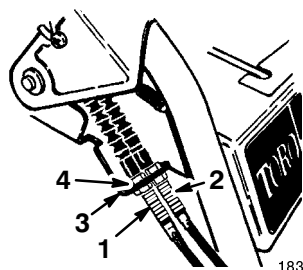

Figure 27
- Desserrez le contre-écrou supérieur de fixation du câble de tarière/roue hélice au support de montage (Fig. 27).
8. Desserrez les contre-écrous qui fixent au support le câble correspondant à la courroie à remplacer (Fig. 27).